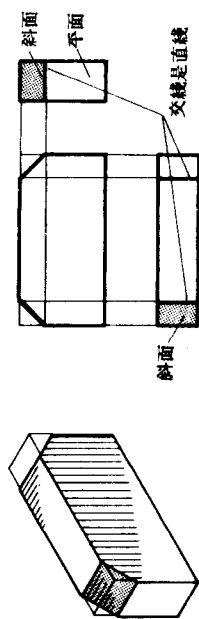
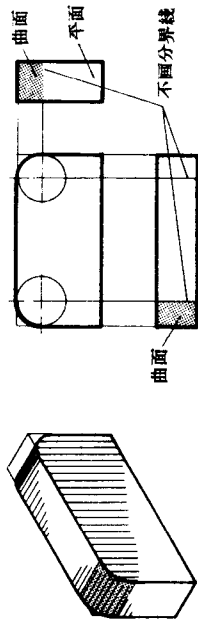

图 1-39 长方体切方角
图 1-40 长方体切圆角
1) 长方体切方角和圆角: 图 1-39 所画的不完整的基本体好象用刀切去长方体上两个角而成的,被切的部分叫做切口。平切口的投影和平面的投影一样,在与切口垂直的投影面上,切口投影(在这里是主视图)是一条直线;在与切口倾斜的投影面上,切口的投影(在这里是左视图和俯视图)是一个线框,这个线框的边,又是切平面与原有表面的交线投影。从图上可以看出,平面与平面相交的交线是直线。图 1-40 所画的不完整基本体像是用半圆凿切去长方体上两个角而成的,在切口垂直于投影面的那个视图上,切口的投影是一段圆弧。由于这段曲面与原来的平面光滑地相交,叫做相切①(如同皮带搭到轮子上一样)。相切的部分,图上不画分界线。
① 这个“切”字有“密切”的意思,不作“切割”理解。